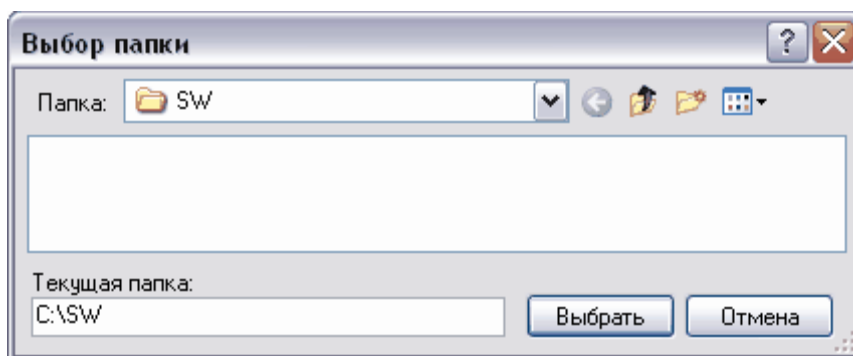

Рис. 7
3. В появившемся диалоговом окне **Выбор папки** выберите рабочую папку или с помощью кнопки **Создание новой папки**  сделайте новую (Рис. 7).